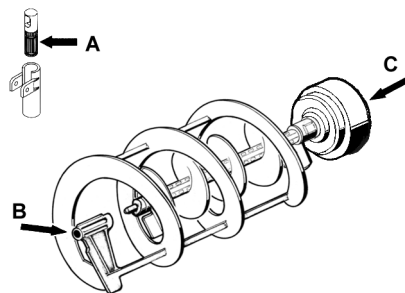

figure 11
- 2 Lubrifier le piston du robinet, le racloir intérieur et le racloir extérieur (aux points A, B et C indiqués en figure 11) en utilisant uniquement la graisse fournie par le fabricant ou d'autres graisses à usage alimentaire.